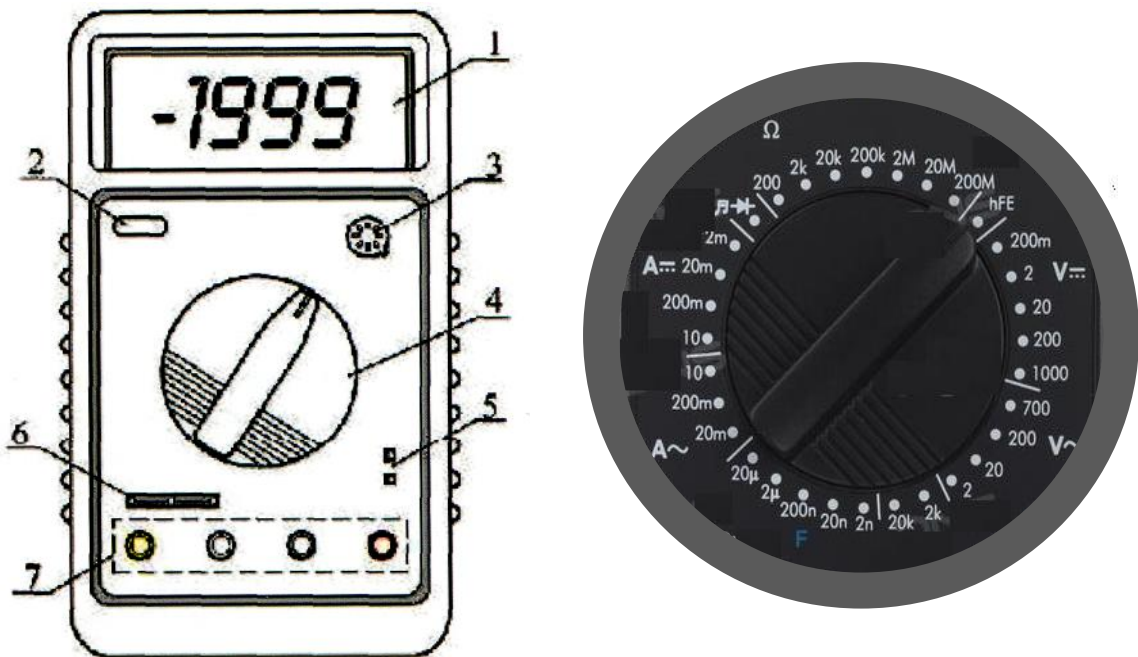

Рис. 1.6.1 Лицевая панель мультиметра:
1. Переключения между режимами работы мультиметра производятся с помощью поворотного переключателя (рис.1.6.1). По окончании измерений необходимо установить переключатель в положение OFF, для предотвращения разряда батареи.
Внимание! Если положение переключателя режимов не изменяют в течение 10 минут, мультиметр автоматически выключается. Для продолжения работы необходимо дважды нажать кнопку 2 (рис.1.6.1).